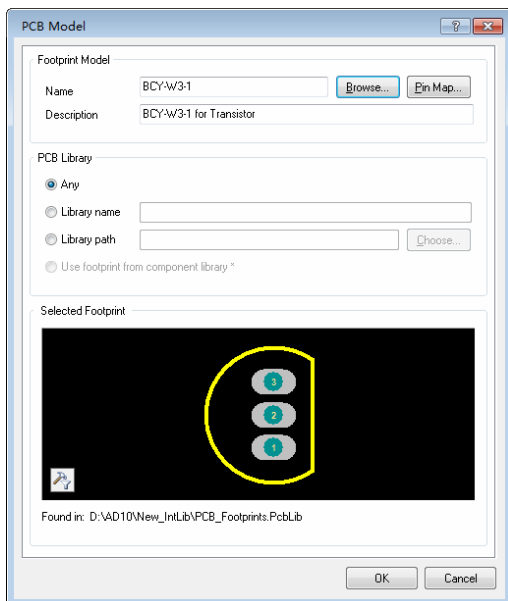

图 18-49 PCB Model 对话框——找到封装
(4) 选中 BCY-W3-1 封装，单击 OK 按钮即会返回 PCB 模型对话框。如果成功找到该封装，PCB 模型对话框下方会显示封装图形，如图 18-49 所示。这表明元件 NPN1 和封装 BCY-W3-1 已经建立了链接关系。